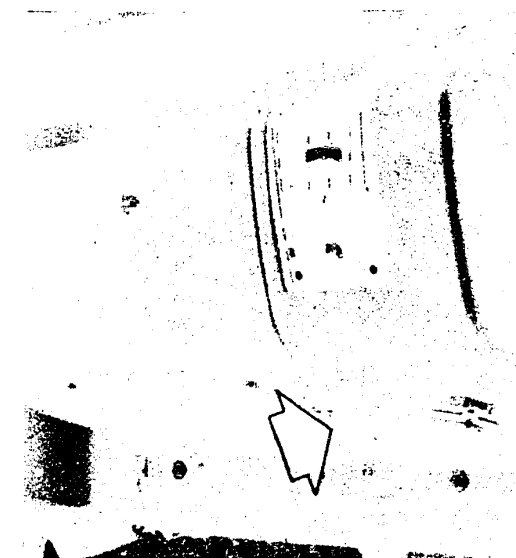

Bild 72 Die vorderen Lautsprecher werden links und rechts aussen von unten in das Armaturenbrett eingebaut.
b) Die **Lautsprecher** werden vorne von unten her in das Armaturenbrett eingebaut (Bild 72). Hinten sind sie auf der Hutablage zu installieren: